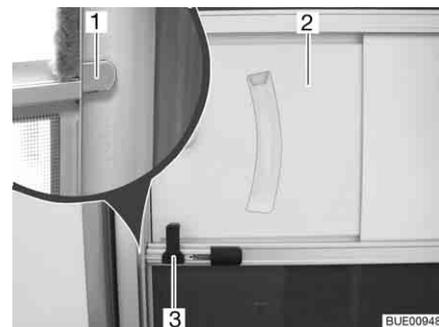

Bild 34 Verriegelung am Rahmen
- Den Entriegelungshebel (Bild 34,3) zum Rahmen hin schieben. Dadurch wird der Riegel (Bild 34,1) auf der Innenseite hinter den Rahmen geschoben (Bild 34).
- Den Durchgriff in der Insektenschutztür schließen. Dazu die Griffplatte (Bild 34,2) verschieben.
- Griffplatte (Bild 34,2) zurückschieben.
- Insektenschutztür leicht nach innen ziehen. Der Riegel (Bild 34,1) wird durch die Feder im Entriegelungshebel (Bild 34,3) zurückgezogen.